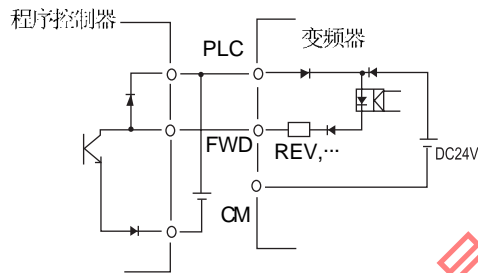

图 2-3-11
(2) 接点输入端子 (FWD, REV, X1-X9, PLC, CM)
① 接点信号输入端子 (FWD、REV、X1-X9 等) 和 CM 端子间一般是闭合/断开 (ON/OFF) 动作。使用外部电源配合程序控制器的开路集电极输出 ON/OFF 控制, 有时会发生电源窜扰, 造成误动作。在这种场合, 应使用 PLC 端子, 按图 2-3-11 所示方法连接。
② 接点输入控制时, 为防止发生接触不良, 应使用对弱信号接触可靠性高的接点。